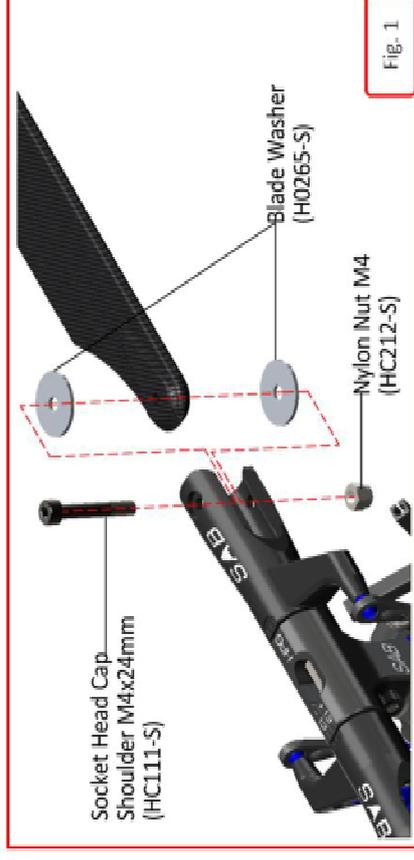

Fig. 1
- Montieren Sie Haupt- und Heckblätter (siehe Fig. 1 und 2.). Die Blätter dürfen weder zu streng in den Blattaltern sitzen, noch einklappen.